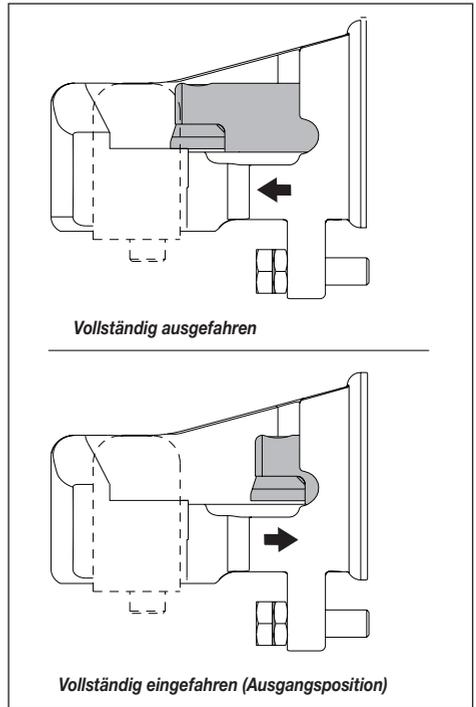

Abbildung 8, Kolbenpositionen (Draufsicht)
Stellen Sie vor dem Positionieren von Material zwischen dem Schneidkopf stets sicher, dass sich der Kolben und das bewegliche Messer in der „Ausgangsposition“ (vollständig zurückgezogen) befinden. Siehe Abbildung 8.
2. Stellen Sie sicher, dass sich der Kolben in der „Ausgangsposition“ (vollständig zurückgezogen) befindet. Siehe Abbildung 8.